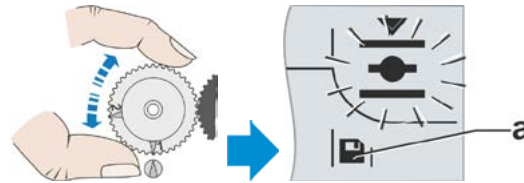

Abb. 8: Zentralrad drehen bis Speichern-Symbol (a) erscheint
10. Nur bei Meldegetriebe: Das Zentralrad langsam soweit in die gleiche Richtung drehen, in die es sich beim Anfahren der Endlage gedreht hat (siehe „Wichtig“ im Bedienschritt 9.), bis das Speichern-Symbol erscheint (Abb. 8, Pos. a).